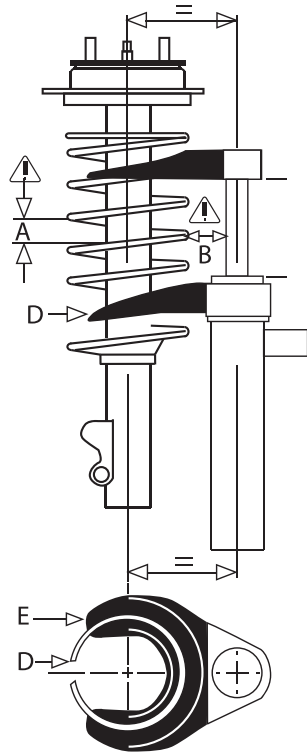

Рис. 3
Не следует сжимать пружину до тех пор, пока витки начинают касаться друг друга. (Смотри рисунок 3-А.)
Убедитесь в том, что осевая линия пружины остается параллельной корпусу съемника на протяжении всей процедуры. Данное условие является обязательным как по отношению к пружинам прямого типа, так и к винтовым пружинам конусного типа. Во время процедуры пружина не должна касаться корпуса гидравлического поршня или насоса. (Смотри рисунок 3-В.)
3. Съемник необходимо разместить на пружине, убедившись в том, что пружина плотно сидит как в верхней, так и в нижней челюсти. (Смотри рисунок 3-D и E.)
4. Убедитесь в том, что осевая линия пружины параллельна корпусу съемника. (Смотри рисунок 3.)
5. Работайте рычагом гидравлического насоса, сжимая пружину до тех пор, пока не освободится верхний подшипник и пружину можно будет свободно вращать. (Смотри рисунок 3.)